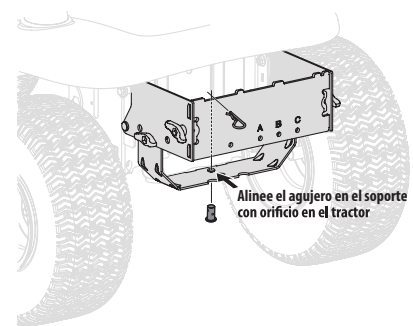

Figura 7
3. Instale el pasador de horquilla (711-0309A) del paquete de herrajes 689-02364 en el enganche del tractor y fije con un sujetador de horquilla (714-0117). Consulte la Figura 7.